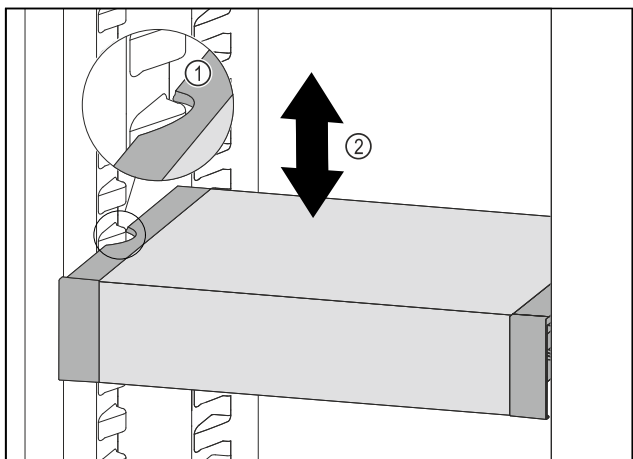

Fig. 143
- VarioSafe naar voren trekken tot de uitsparingen aan de zijkant van de VarioSafe zich ter hoogte van de rib in het koelgedeelte bevinden. Fig. 143 (1)
- VarioSafe in het koelgedeelte omhoog of omlaag bewegen tot de gewenste hoogte is bereikt. Fig. 143 (2)